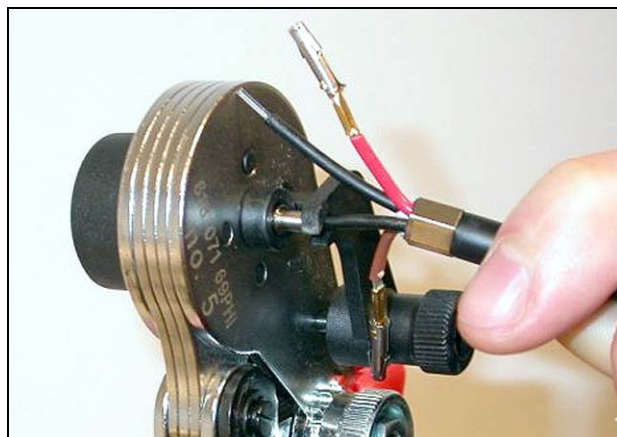

рисунок 30.22: Обжимка металлических наконечников (1)
- 21 Вставьте пластмассовое оптическое волокно в металлический наконечник на подпружиненном ограничителе инструмента для позиционирования POF (см. рисунок 30.22).